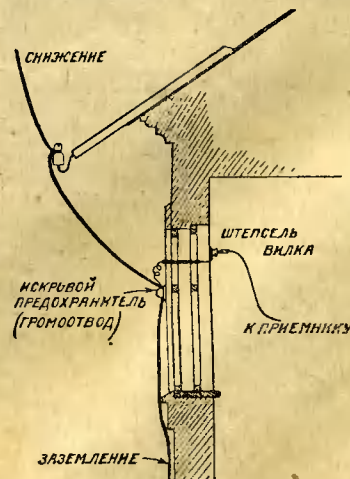
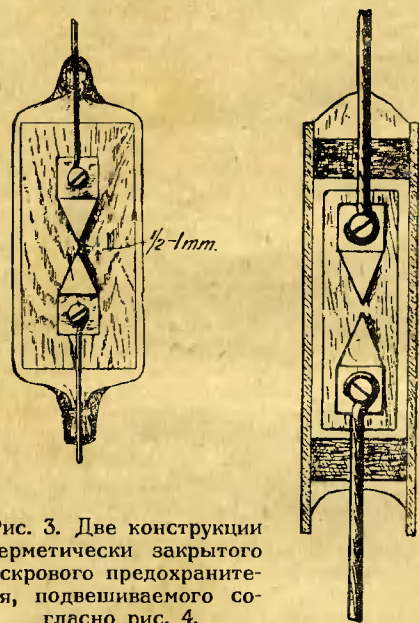

Рис. 1. Схема ввода антенны и грозового наружного заземления.
Рис. 3. Две конструкции герметически закрытого искрового предохранителя, подвешиваемого согласно рис. 4.
* Схема способа устройства наружного грозового заземления и присоединения приемника дана на рис. 1. Эта схема при-
Как видно из рис. 1, при крепящемся к стене дома искровом предохранителе трудно получить идеальную прямолинейность провода от снижения к земле. Такую возможность дает конструкция предохранителя, показанная на рис. 3, в двух